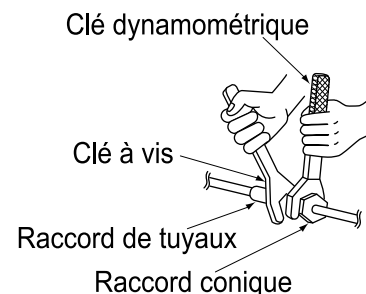

Fig. 13
- Veillez à utiliser conjointement une clé et une clé dynamométrique, comme indiqué sur le dessin, lorsque vous assemblez ou désassemblez les tuyaux sur/de l'unité (**reportez-vous à la fig. 13**).